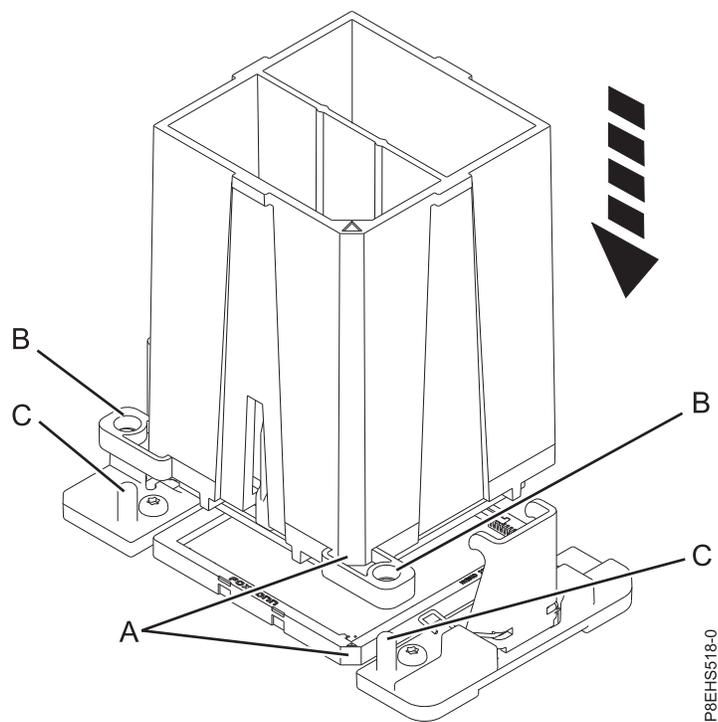

図 100. システム・プロセッサ・モジュールの取り付け
- b. ツールとシステム・プロセッサ・モジュールを下げて、ソケットに乗せます。ツールの斜めになっている角 (A) を、ソケットの斜めになっている角と位置合わせします。2 つのガイド・ピン (C) をツールの両側にある位置合わせ穴 (B) に差し込みます。傾けないように注意して、ツールを水平に下ろします。 102 ページの図 100を参照してください。